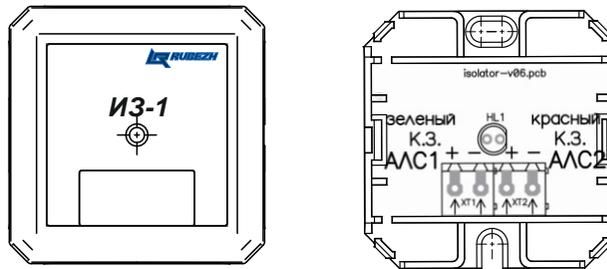

Рисунок 1
- 2.2 Изольатор шлейфа подключается к АЛС с соблюдением полярности, указанной на плате (рисунок 1).